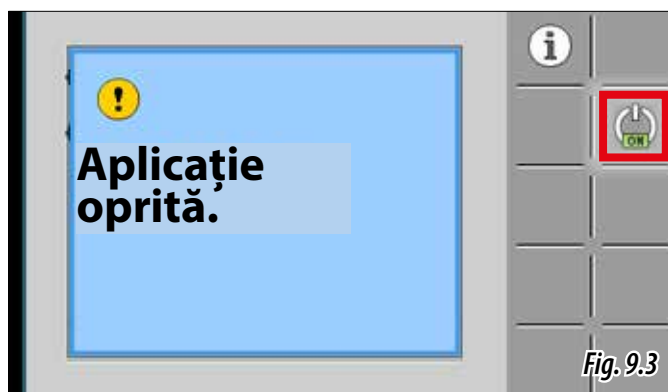

Fig. 9.3
- 1- Cu aplicația oprită (APP OFF), depliați șasiul și distribuitorul central (Fig. 9.3) până când semănătorile ating solul